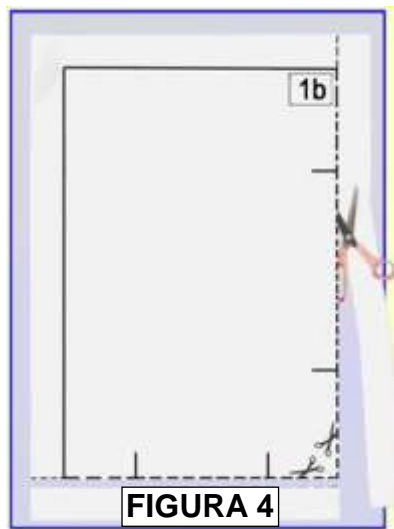

FIGURA 4
2) **FIGURA 4** - Corte todas as folhas que imprimiu, seguindo as linhas tracejadas.